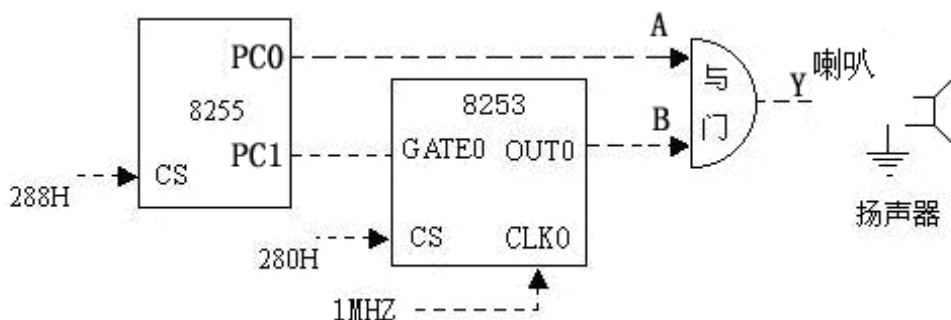

图4-24-1 电子琴电路
1、实验电路如图4-24-1，8254的CLK0接1MHZ时钟，GATE0接8255的PC1，OUT0和8255的PC0接到与门的两个输入端，与门输出Y连接喇叭，编程使计算机的数字键1、2、3、4、5、6、7作为电子琴按键，按下即发出相应的音阶。